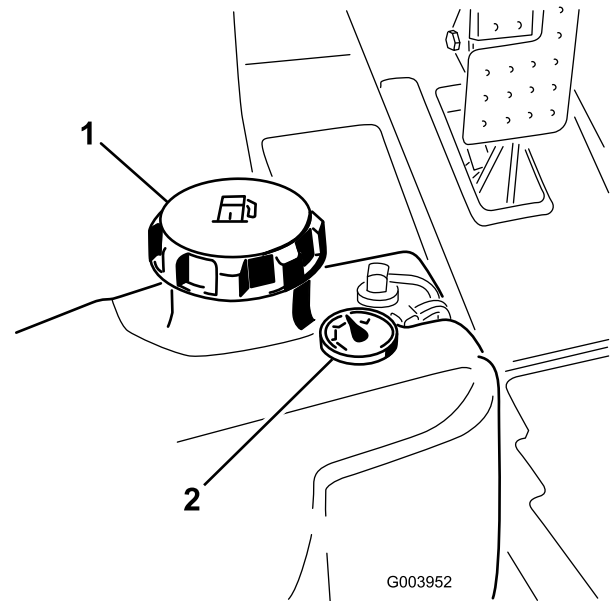

Figura 19
3. Retire el tapón del depósito de combustible (Figura 19).